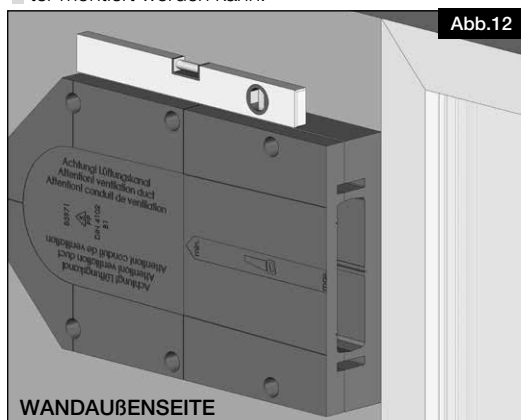

Abb.12
4. Laibungskanal auf die Wandeinbauhülse aufstecken und mit einer Wasserwaage horizontal ausrichten (s. Abb.12).